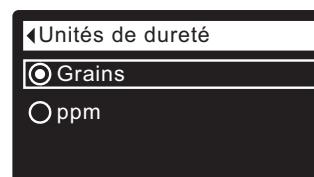

FIG. 62
1. À partir d'un écran d'état dynamique, appuyez sur le sélecteur (O) pour afficher le **Menu principal**.
3. Appuyez sur le sélecteur (O) pour afficher le menu des préférences utilisateur.
5. Appuyez sur le sélecteur (O) pour afficher le menu des unités de dureté (cf. Figure 62).
6. Si le cercle vis-à-vis de l'unité souhaitée a déjà un point (cf. Figure 62), passez à l'étape 7. Sinon, appuyez sur le bouton BAS (▼) ou HAUT (▲) pour passer à l'autre unité, puis sur le sélecteur (O) pour confirmer votre choix.
7. Appuyez sur le sélecteur (O) : l'afficheur revient au menu des préférences utilisateur.